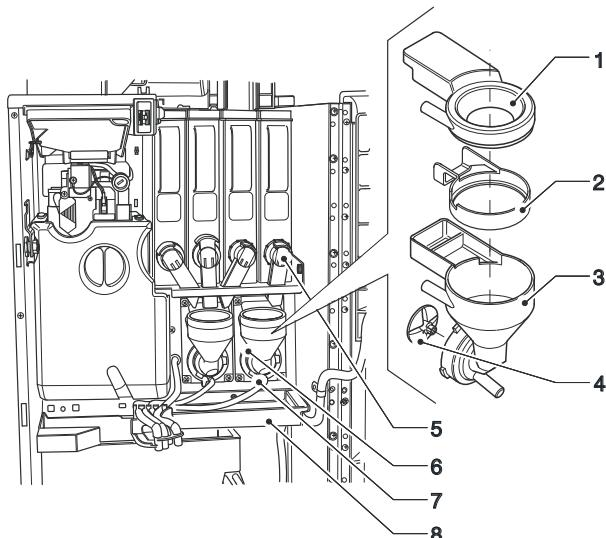

Рис. 8
- Снимите (см. Рис. 8) форсунки для воды, насыпные воронки и вентиляторы двигателя с миксеров;